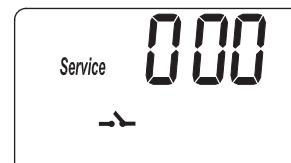
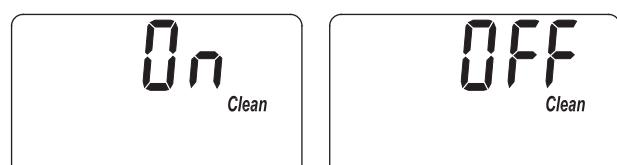
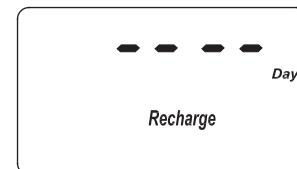
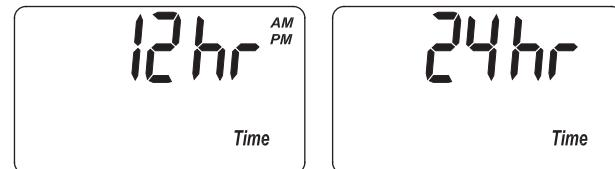

FIG. 28
FIG. 29
FIG. 31
FIG. 32
1. Mantenga oprimido el botón PROGRAM (Programar) hasta que aparezca la pantalla que se indica en la Fig. 28. Cuando ello ocurra, oprima dos veces el botón PROGRAM (Programar) y aparecerá una de las dos pantallas que se indican en la Fig. 29.
- Mantenga oprimido el botón PROGRAM (Programar) hasta que aparezca la pantalla que se indica en la Fig. 28. Cuando ello ocurra, oprima tres veces el botón PROGRAM (Programar) y aparecerá la pantalla que se indica en la Fig. 30.
- Mantenga oprimido el botón PROGRAM (Programar) hasta que aparezca la pantalla que se indica en la Fig. 28. Cuando ello ocurra, oprima cuatro veces el botón PROGRAM (Programar) y aparecerá la pantalla que se indica en la Fig. 31.
- Mantenga oprimido el botón PROGRAM (Programar) hasta que aparezca la pantalla que se indica en la Fig. 28. Cuando ello ocurra, oprima cinco veces el botón PROGRAM (Programar) y aparecerá una de las dos pantallas que se indican en la Fig. 32.